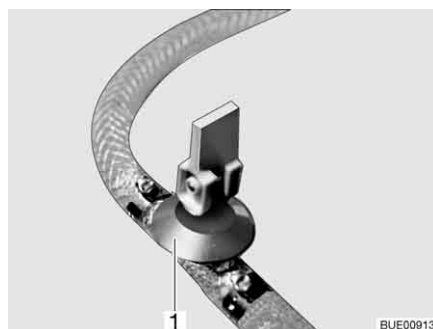
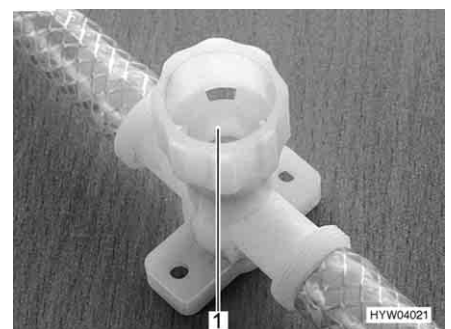

Bild 185 Ablasshahn (mit Kipphebel)
Bild 186 Ablasshahn (mit Drehkappe)
- Alle Ablasshähne schließen. Dazu den Kipphebel des Ablasshahns (Bild 185,1) waagrecht stellen oder die Kappe des Ablasshahns (Bild 186,1) im Uhrzeigersinn zudrehen.